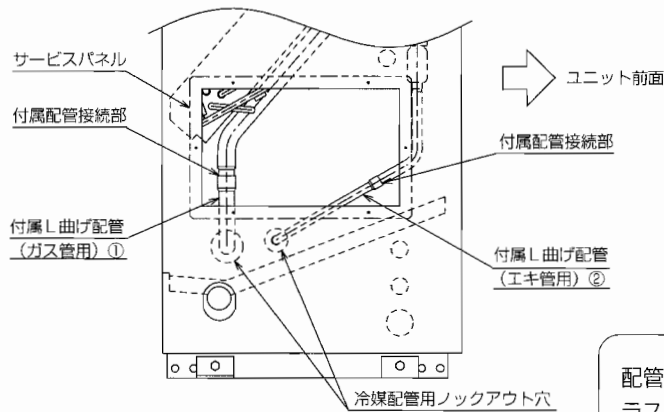
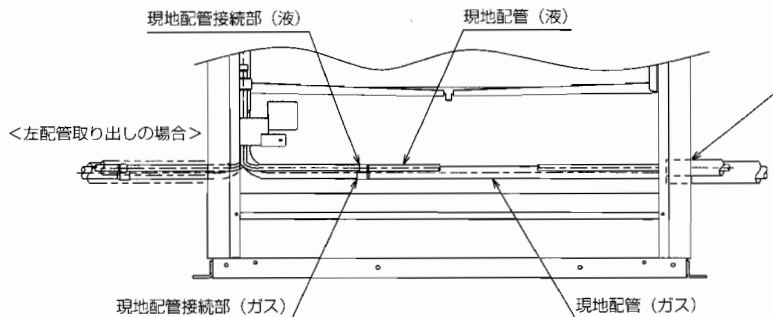

図1
図2
- (4) 図1・図2に示すように付属配管、現地配管をサービス点検口及び、前面からロウ付接続を行ってください。
- (5) 図2に示すようにパイプカバーを取付けてください。
- (6) サービスパネル、フィルタ、吸込パネルを元通り取付けてください。
- (5) 図1・図2に示すように付属配管、現地配管をサービス点検口及び、前面からロウ付接続を行ってください。
現地配管接続部(図2)→付属配管接続部(図1)
- (6) 図2に示すようにパイプカバーを取付けてください。
- (7) サービスパネル、フィルタ、吸込みパネルを元通り取付けてください。